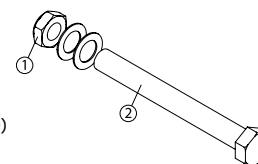

Fig. 10
- Pour retirer les roues arrière, dévissez le boulon (1) situé à l'intérieur du fauteuil roulant, puis tirez simplement sur la roue. (Fig. 10)
- Pour les réinstaller, insérez l'essieu fileté (2) dans le moyeu, puis dans le fauteuil roulant.
- Vissez le boulon (1) à l'intérieur du fauteuil roulant. Veillez à ce que le serrage n'empêche pas la roue de tourner librement.